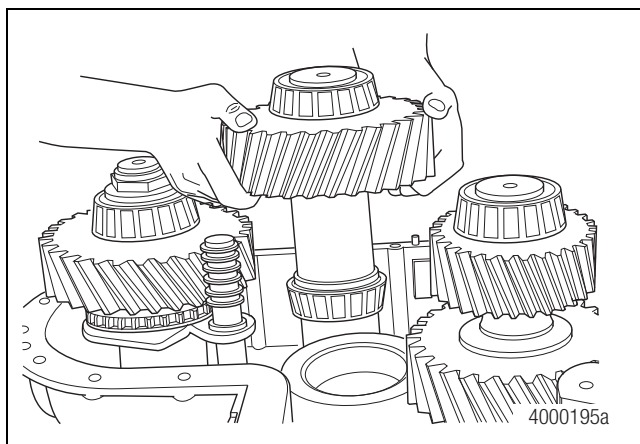

Figure 4.19
- Retirer l'arbre de pignon intermédiaire simple de la boîte de transfert MTC-4213X, (ou l'arbre de sortie arrière des boîtes de transfert MTC-4208X/XP/XL et MTC-4210X/XP/XL) et l'arbre de pignon intermédiaire double du carter. Figure 4.19.